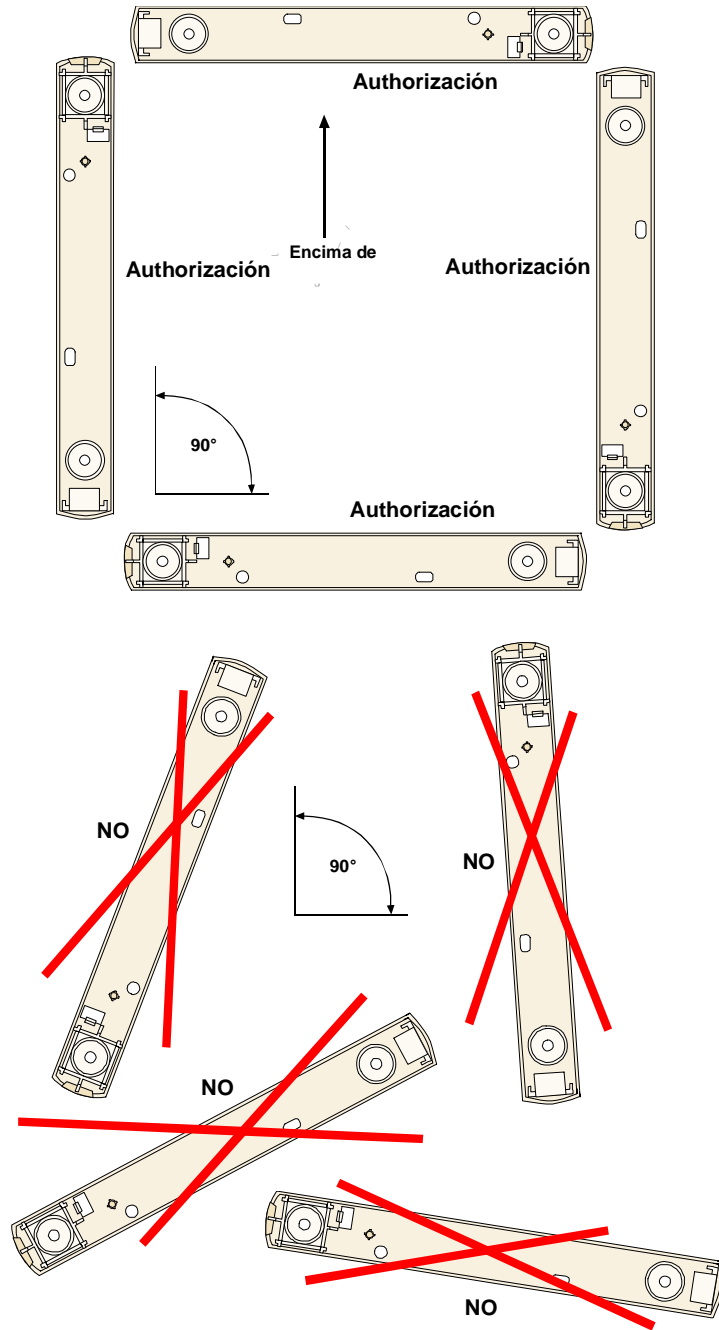

Figura 4 - Montaje si se usa el Sensor Inercial
- Si va a usar el Sensor Inercial, consulte la Figura 4.